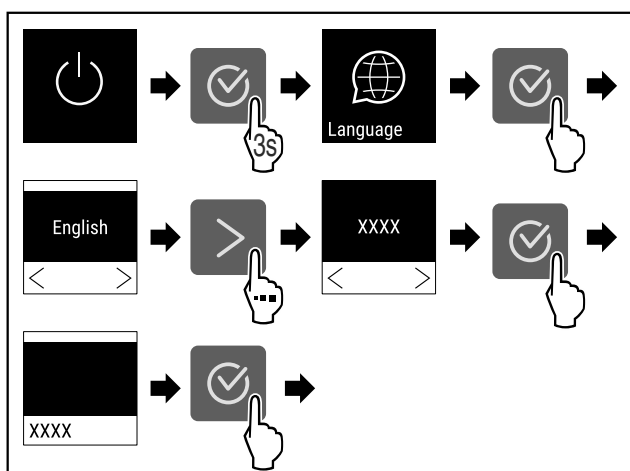

Fig. 55
- Genomför handlingsstegen (se Fig. 55).